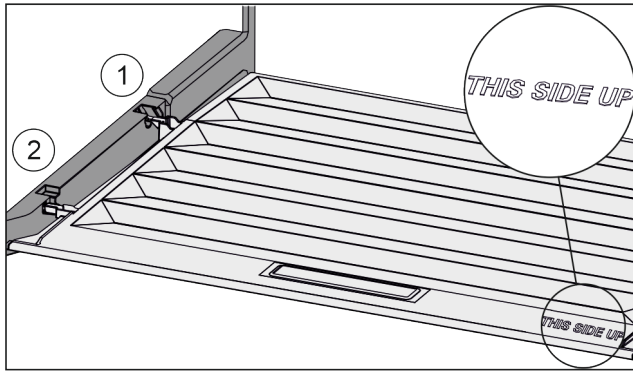

Fig. 37
- ▶ Introduzca los nervios de la tapa por la abertura en el soporte trasero Fig. 37 (1) y encájelos por delante en el soporte Fig. 37 (2).